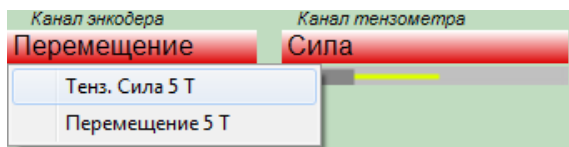

Рисунок 6.1 – Выбор измерительных каналов
1. Выбрать измерительные каналы датчика перемещения и датчика силы (Рисунок 6.1), щелкнув на элемент выбора канала правой кнопкой мыши и выбрав необходимый канал из списка.